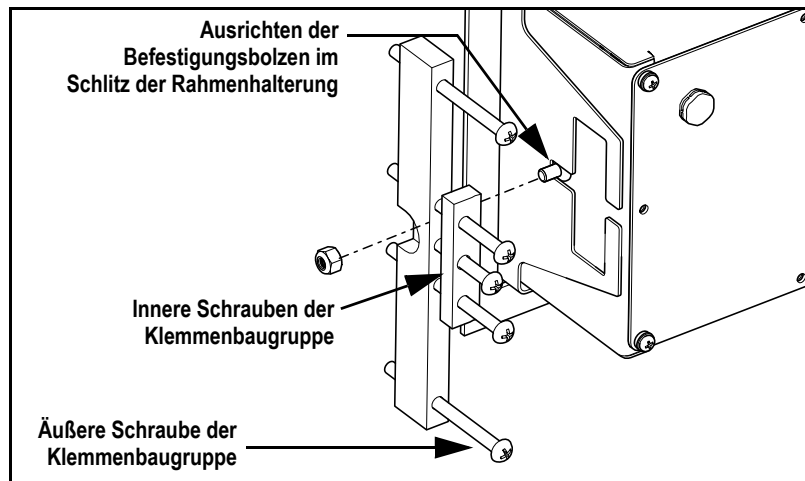

Abbildung 4. Einbau des Anzeigeterminals
10. Die inneren Schrauben der Klemmenbaugruppe (siehe Abbildung 4) festziehen, die Klemmenleiste in die Rahmenhalterung einsetzen, bis das Anzeigeterminal fest gegen die Dichtung an der Innenseite des Rahmens gedrückt wird.